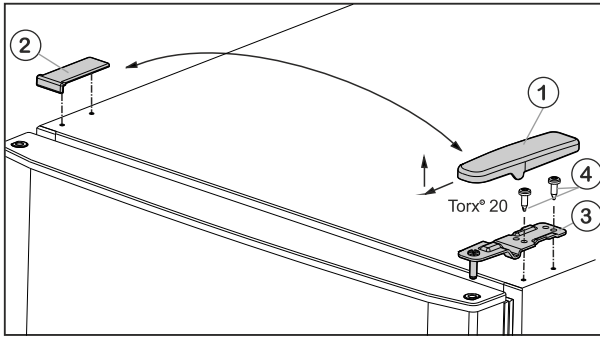

Fig. 5
- Abdeckung Fig. 5 (1) nach vorne und oben abziehen.
- Abdeckung Fig. 5 (2) abheben.
- Oberen Lagerbock Fig. 5 (3) abschrauben (2 mal Torx® 20) Fig. 5 (4) und nach oben abziehen.
- Oberen Lagerbock Fig. 5 (3) auf der neuen Scharnierseite in die Tür einsetzen.
- Oberen Lagerbock **fest (mit 4 Nm)** anschrauben (2 mal Torx® 20) Fig. 5 (4). Eventuell einen Akkuschrauber verwenden.
- Abdeckung Fig. 5 (1) auf der Gegenseite von außen aufsetzen und einrasten.
- Abdeckung Fig. 5 (2) jeweils auf der Gegenseite von oben aufsetzen und einrasten.